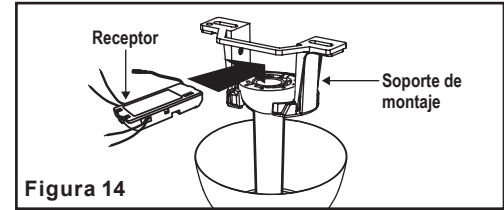

Figura 14
2. La mayoría de los problemas de oscilación se originan cuando los niveles de las aspas son desiguales. Revisar este nivel por medio de seleccionar un punto del techo por encima de la punta de una de las aspas. Medir esta distancia como se muestra en la Figura 14. Rotar el ventilador hasta que la siguiente aspa est